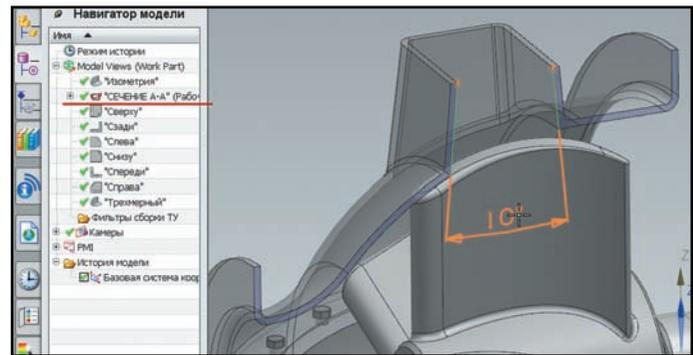

Рисунок 9.42. Привязка к линиям пересечения
- Для углового размера на (рис. 9.42) плоскостью расположения является плоскость XZ рабочей системы координат. Несмотря на то что сечение является фиктивным, все размеры и аннотации могут оперировать линиями сечения.